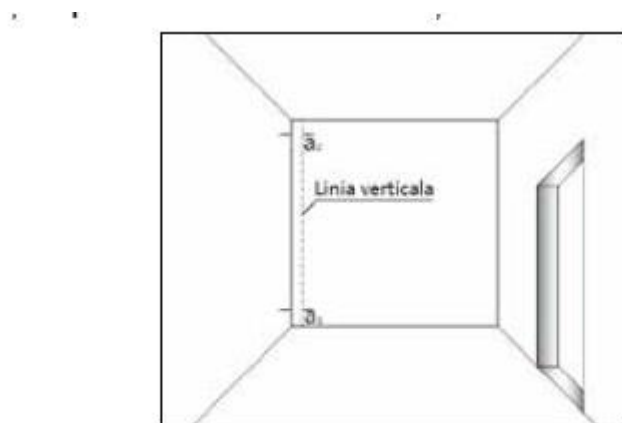

Fig. 4. Metoda de măsurare - abaterea suprafeței față de poziția verticală
- măsurarea, cu ajutorul ruletei, a distanței de la perete la fir, potrivit fig. 4, la partea de sus -